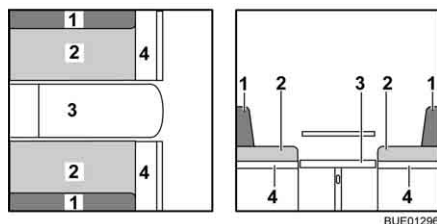

Fig. 124 Durante a transformação
- Aumente o banco (Fig. 124,4).
- Retire os estofos do encosto (Fig. 124,1) e coloque-os de lado.
- Puxe os estofos do assento (Fig. 124,2) para o meio.